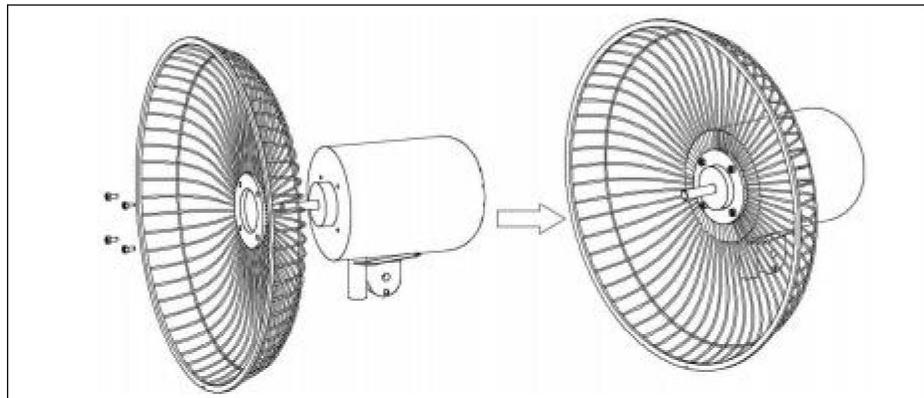

Abb.5.
- 1). Entfernen Sie die Gitterschrauben vom Motorkopf. Befestigen Sie dann die Rückseite Befestigen Sie das Gitter (13) am Motorkopf mit der hinteren Gitterschraube (15), wie in gezeigt das Diagramm (Abb.5.)